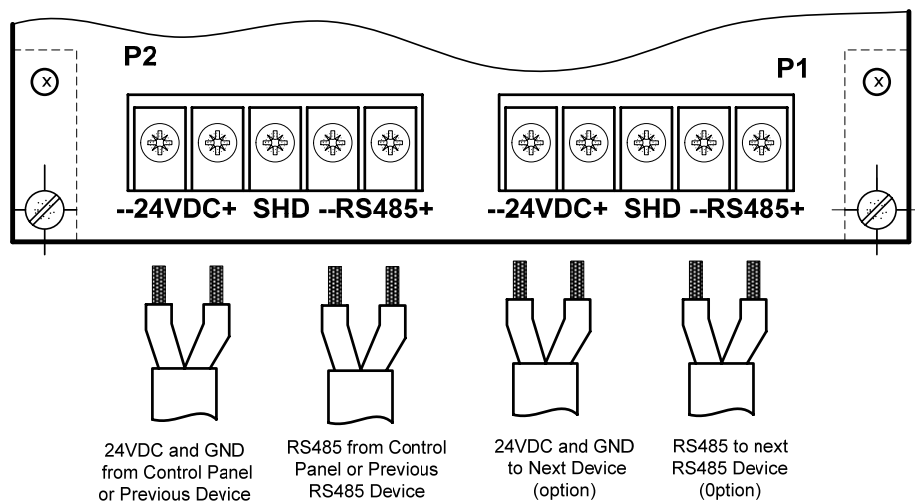
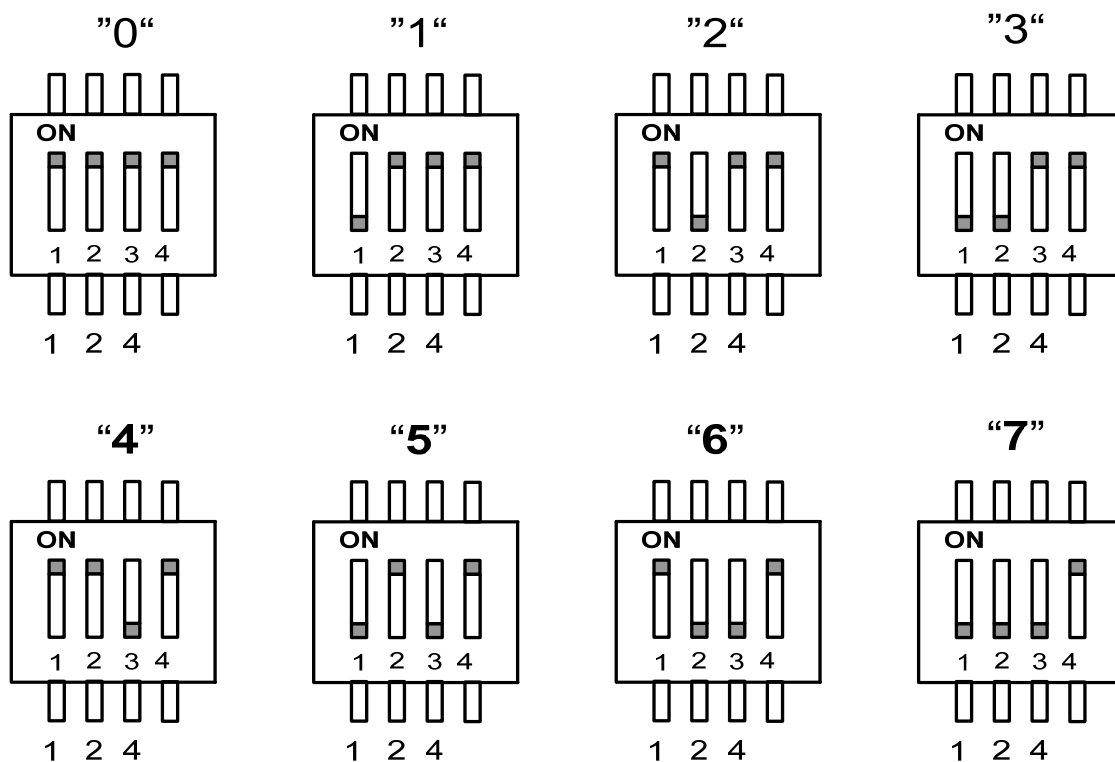

Рис.5. Подключение S-BUS
Рис.6 Установка адреса модуля.
5.1. Подключить питание и RS485 сеть к терминал блокам P1 или P2 согласно Рис.5. Одноименные контакты блоков P1 и P2 закорочены, поэтому предварительное удаленное устройство и последующее может быть подключены к разным терминальным блокам. С помощью переключателя SW1 установить адрес модуля согласно Рис.6. Модуль SRM следует подключить к терминальному блоку P1 модуля MCC (контакты № 1, 2, 4, 5), если модуль установлен в главном корпусе MCE или к терминальному блоку P2 модуля MCC (контакты № 6, 7, 9, 10), если модуль используется как удаленный.